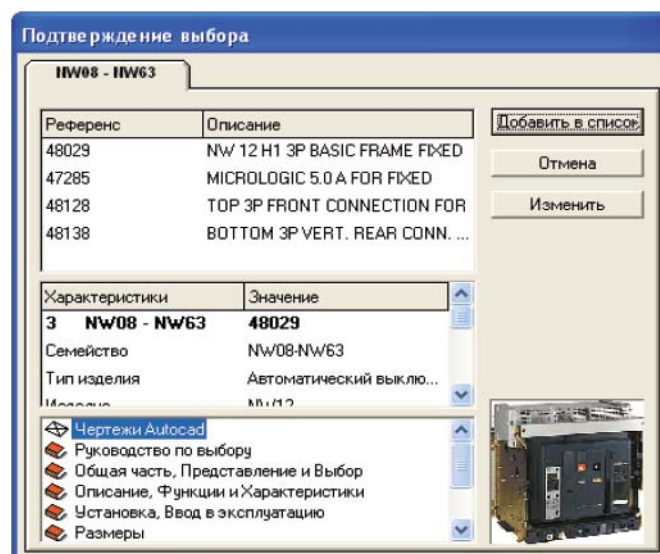

Рис. 95
- 6) Нажимаем кнопку “Да”, в появившемся окне указываем требуемый расцепитель и снова нажимаем кнопку “Да”. Подтверждаем выбор кнопкой “Добавить в список” (рис. 95).